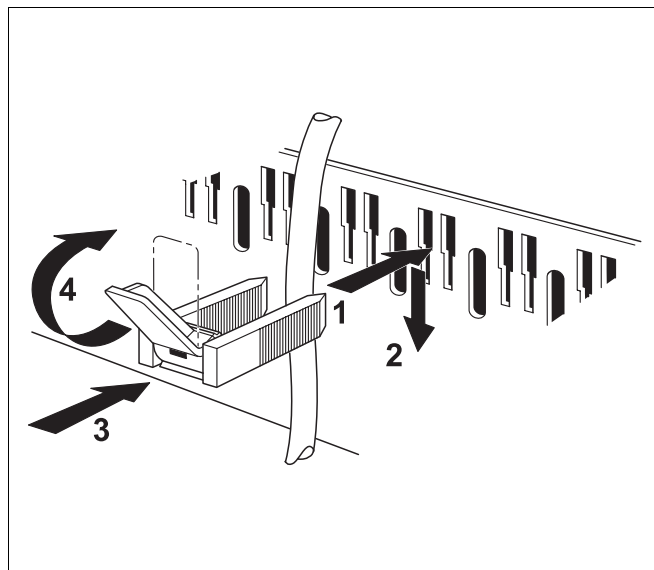

Рис. 36 Крепление провода хомутом
- Вставить хомут со вложенным в него проводом так, как показано на рис. 36, сверху в вырезы рамки (рис. 36, шаг 1).
- Сдвинуть хомут вниз (рис. 36, шаг 2).
- Нажать на хомут (рис. 36, шаг 3).
- Повернуть рычажок вверх (рис. 36, шаг 4).